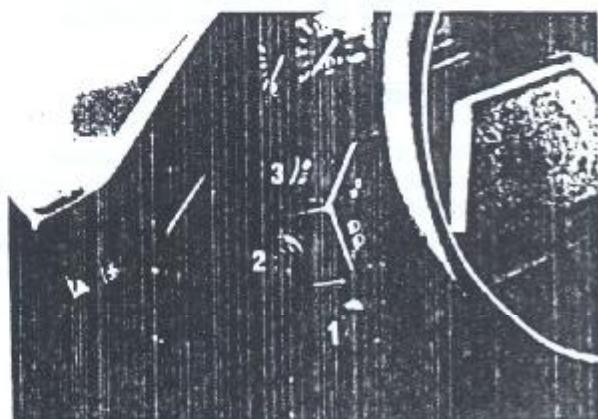

Figura 9.43.1 - Interruptores das luces externas
. Faróis dianteiros: os faróis dianteiros são acionados ao posicionar a tecla (item 1, Figura 9.43.1) no segundo estágio. Dependendo da posição do botão comutador dos faróis (item 2, Figura 9.43.1), os faróis altos ou baixos são acionados. Ou seja, com a tecla das lanternas e faróis posicionada no segundo estágio, os faróis altos e baixos são comutados a cada toque no botão do comutador. Com a tecla dos faróis e lanterna posicionada no primeiro estágio (lanternas), ou desligada, os faróis altos irão se acender a cada toque do botão comutador, permanecendo acesos enquanto a tecla estiver pressionada.
. Indicadores direcionais: Os indicadores direcionais são acionados por uma tecla, localizada na extensão do painel dos instrumentos, do lado esquerdo (Item 3, Figura 9.43.1). Ao pressionar a tecla para baixo ou para cima, acionam-se os indicadores direcionais esquerdos, ou direitos, respectivamente. Os indicadores direcionais localizam-se nos faroletes dianteiros e no conjunto das luzes traseiras. A tecla dos indicadores direcionais não possui retorno automático, devendo ser retornada manualmente.